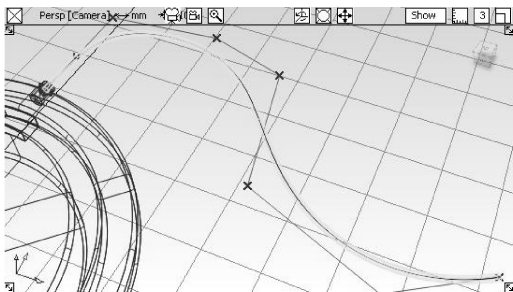

图 5-78 创建管状曲面
- 22 在圆形曲线处于选中的状态下，在【Palette】（工具箱）的【Surface】工具标签中按住【Rail Surface】工具图标 ，在弹出的工具中选择【Extrude】工具 。单击视窗右下方的【Go】按钮，然后单击选取之前创建的曲线作为轨道曲线，形成管状曲面，如图 5-78 所示。